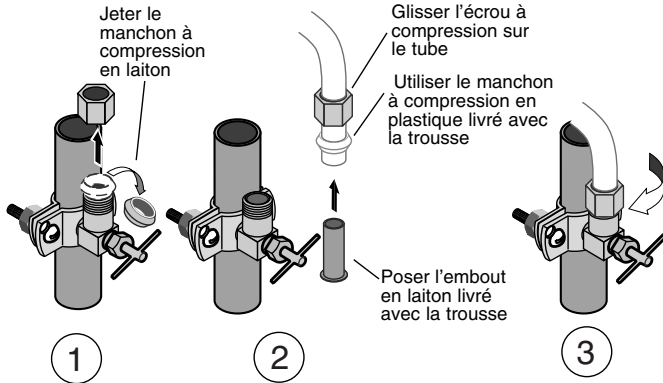

Figure 7 : Remplacer le manchon à compression, puis poser l'embout dans le tube.
- Déposer l'écrou à compression en laiton du robinet à évier d'eau froide. Glisser l'écrou sur l'extrémité du tube en plastique blanc branché sur l'arrivée des cartouches préfiltrantes. Jeter le manchon à compression en laiton. Glisser le manchon à compression en plastique fourni (dans le même sachet que celui du robinet à évier d'eau froide) sur le tube, puis pousser l'embout en laiton fourni dans l'extrémité du tube (se reporter à la Figure 7).